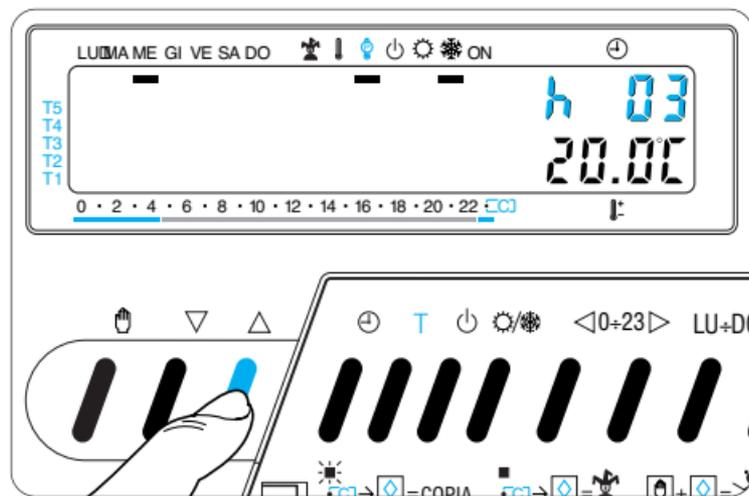

Fig. 51
**13.4** - Premere il pulsante  $\nabla$  o  $\triangle$  sino a che non si raggiunge il numero di ore desiderato da 1 a 99 (fig. 51).